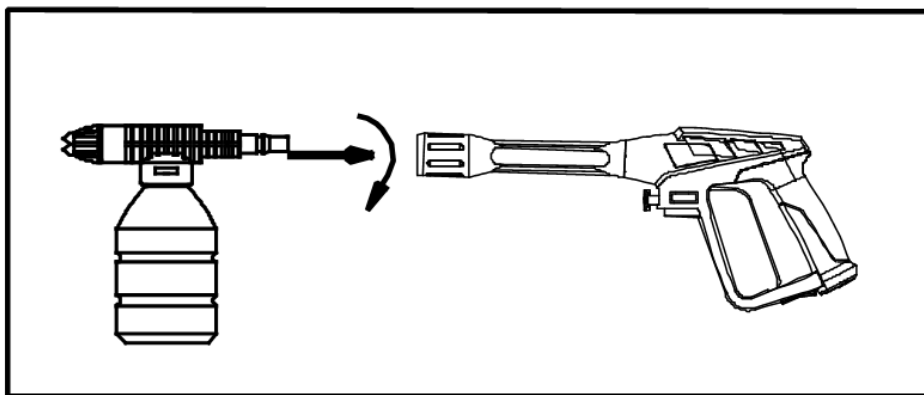

Figure 11 - Connexion de l'applicateur de détergent au pistolet haute pression
- 4) Connecter l'applicateur de détergent au pistolet (voir fig. 11)